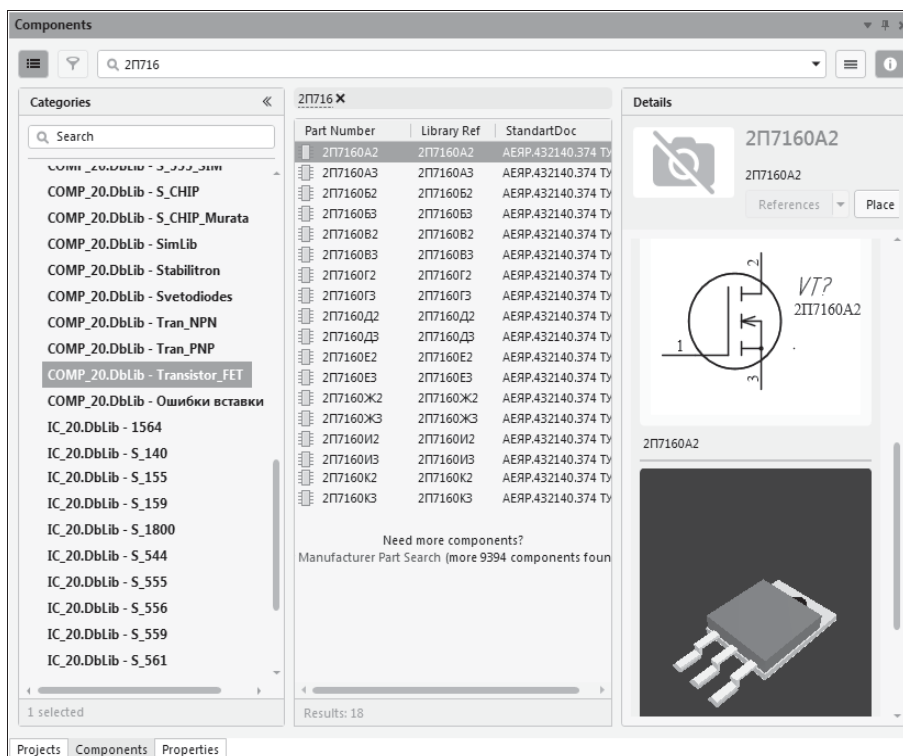

Рис. 4.2. Панель **Components** в развернутом варианте
Поиск компонентов с ограниченным числом вариантов исполнения в «развернутой» панели **Components** (рис. 4.2) принципиально не отличается от рассмотренного. Различия заключаются в особенностях интерфейса:
- в верхнем поле панели можно щелчком на кнопке ▼ вызвать историю прошлых поисков или составить новую маску поиска компонента — в центральном поле панели отображается ограниченный список компонентов, отвечающих маске поиска (см. рис. 4.2);